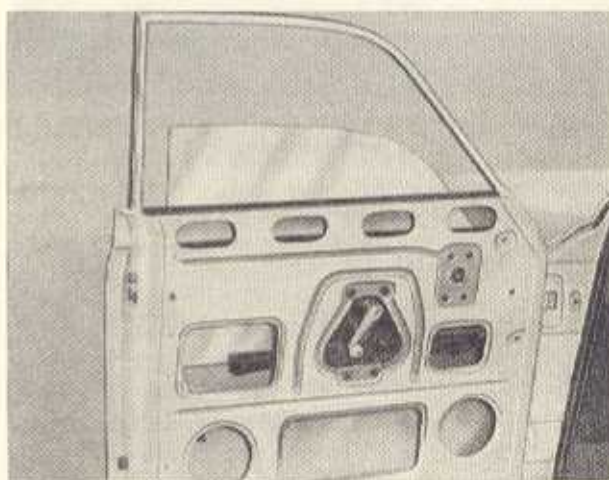

Bild K 4. Stellung des Kurbelapparates beim Herausnehmen der vorderen Türscheibe
4. Die Glasrinne durch Absrauben der beiden Zylinderschrauben AM 5×10 lösen und herausnehmen (Bild K 3). Türscheibe herausnehmen. Dabei ist es empfehlenswert, den Kurbelapparat auf halbe Höhe zu stellen (Bild K 4).